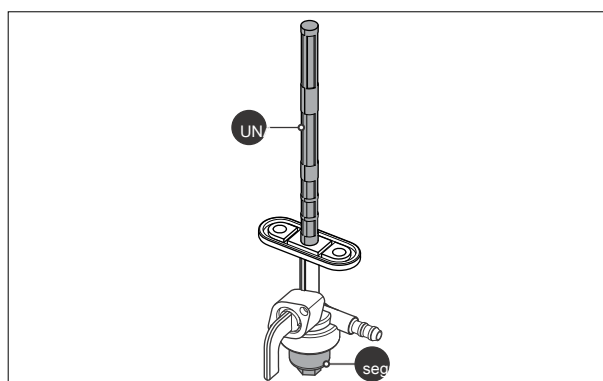

Fig. 4.6
- Un filtro de lápiz (A) se fija a la llave de combustible montaje y se inserta en el interior del depósito de combustible. La llave de combustible también tiene un filtro dentro de la cubeta de sedimentos llave de combustible (B). (Fig. 4.6)